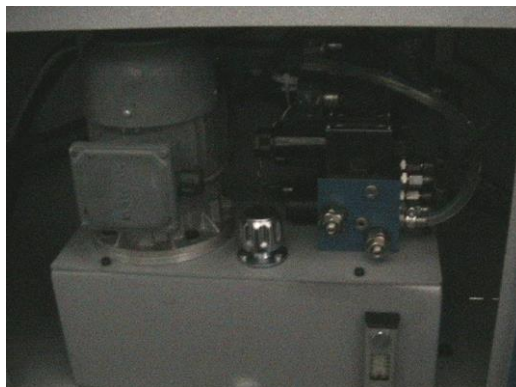

Рисунок 2
- Проверьте уровень масла в баке для гидравлического масла. Объём бака составляет 9 литров. При низком уровне масла, заполните его. Должно использоваться масло для гидравлической системы № 46 (Рисунок 2)